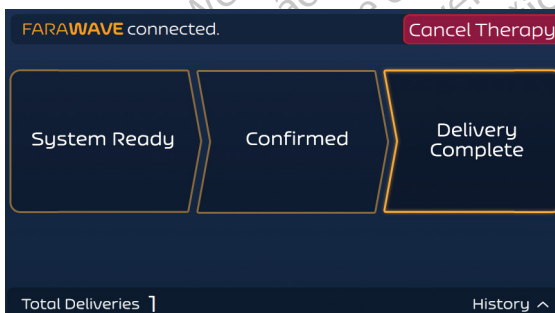

Figura 12. Ecranul Terapie – Modul asincron – Administrare finalizată
- La finalizarea cu succes a unei administrări, contorul Total Deliveries (Administrări totale) al generatorului FARASTAR PFA va crește și, de asemenea, va înregistra evenimentul în ecranul History (Istoric). A se vedea Figura 12.